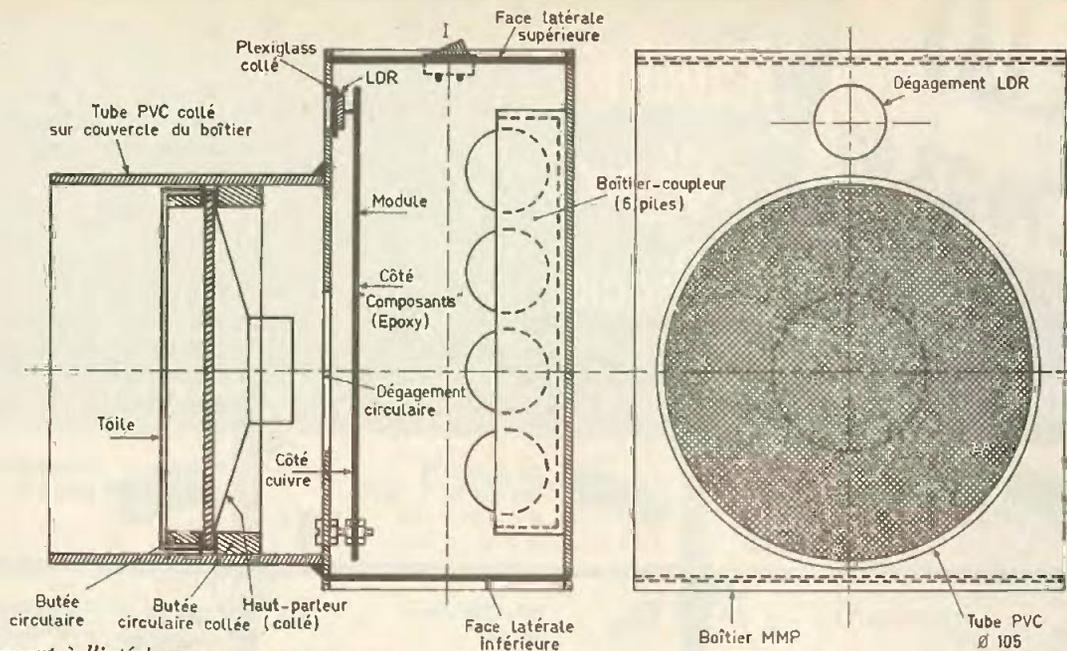

Fig. 8 Agencement à l'intérieur du coffret « MMP ».
c) Montage dans le boîtier (fig. 8)
Le schéma représenté en figure 8 est un exemple de réalisation possible, obtenue en partant d'un boîtier plastique MMP. Sur la face supérieure de ce boîtier, une découpe circulaire a été réalisée et un tube de 105 mm de diamètre en PVC (du type de celui qui est utilisé dans les installations d'écoulement des eaux usées) y a été rapporté par collage. Le haut-parleur sera à monter à l'intérieur comme indiqué sur le schéma. Il en résulte une résonance qui augmente de beaucoup l'efficacité du bruitage. Il convient également de pratiquer un trou dans le couvercle en face de l'em-